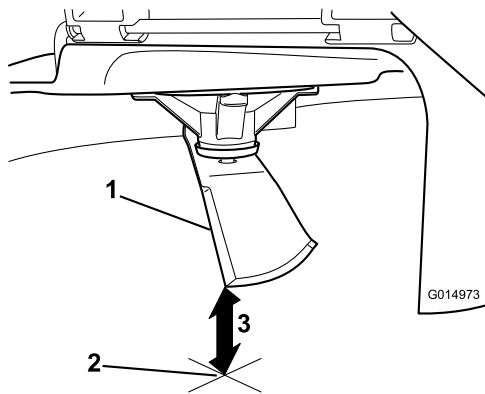

Figura 78
3. Mida desde la punta de la cuchilla hasta la superficie plana (Figura 78).